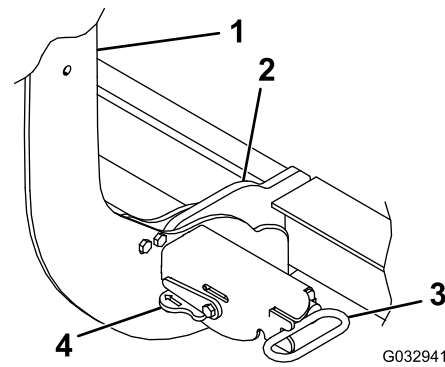

Bild 26
4. Stellen Sie die Hebel der Federstifte in die SPERR-Stellung (**Bild 26**).
7. Stellen Sie sicher, dass beide Kupplungsfederstifte ganz in der Kupplungssäule eingerastet sind (**Bild 26**).